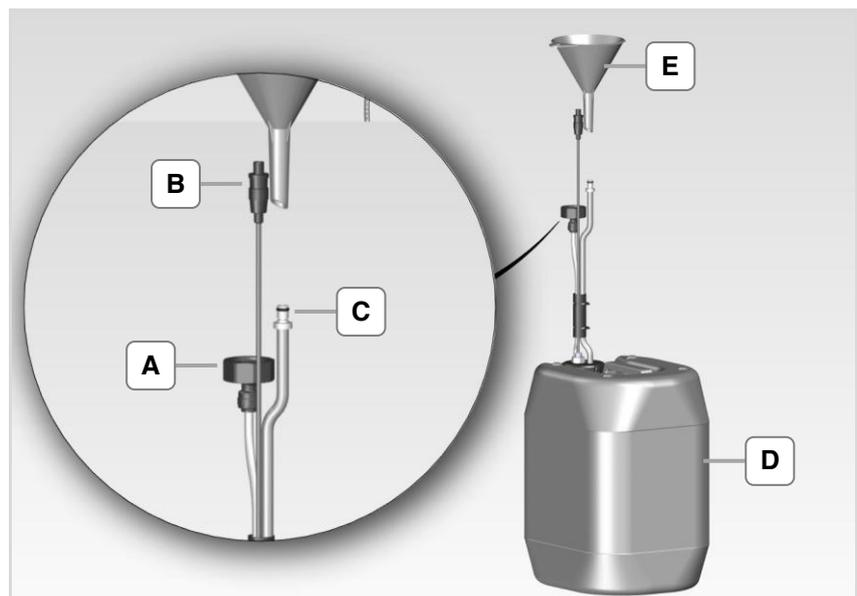
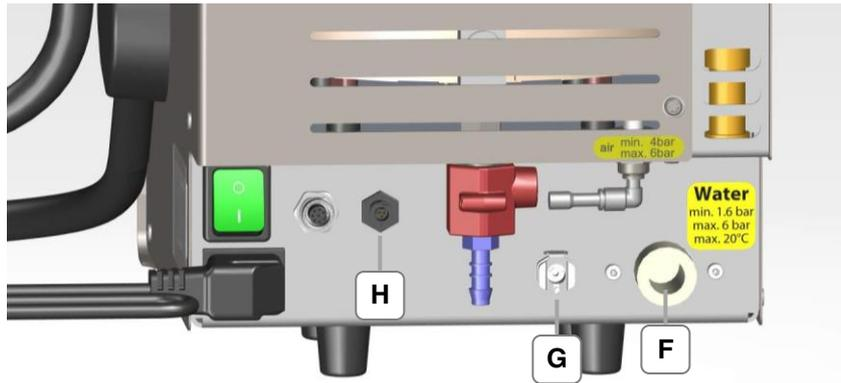
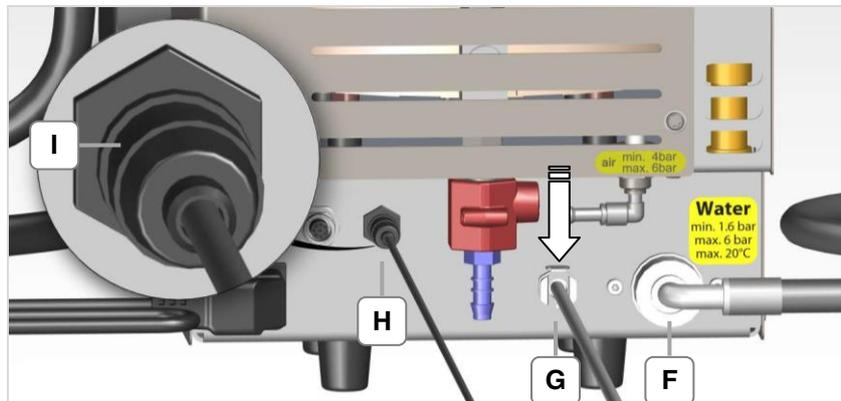
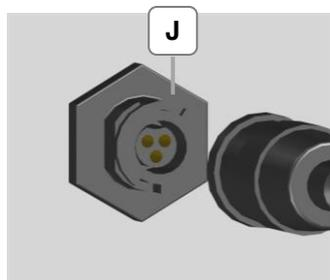

Bild 4.5.1: Kanister mit Zubehör
Bild 4.5.2: Anschlüsse für den Betrieb mit Kanister
Bild 4.5.3: Anschlüsse für den Betrieb mit Kanister (angeschlossen)
Bild 4.5.4: Steckerausrichtung (J)
<p>Auslaufendes Wasser!</p> <p>Wird ein mit Kanister montiertes Gerät an einen Festwasser-Anschluss angeschlossen, muss der Entlüftungsschlauch (Bild 4.5.3-G) entfernt werden.</p> <ul style="list-style-type: none"> <li>• Den Entlüftungsschlauch entfernen, damit der Kanister nicht überläuft.</li> </ul>
1. Schrauben Sie das Schraubgewinde (Bild 4.5.1-A) des Schlauchs an den Wasseranschluss des Gerätes (Bild 4.5.2-F). Prüfen Sie, ob die Dichtung im Schraubgewinde (Bild 4.5.1-A) eingelegt ist.
2. Schließen Sie den Kabelstecker (Bild 4.5.1-B) für die Füllstandüberwachung am Anschluss (Bild 4.5.2-H) an und drehen Sie die vordere Verschraubung (Bild 4.5.3-I), bis sie einrastet. Steckerausrichtung beachten (Bild 4.5.4-J).
3. Stecken Sie den Entlüftungsschlauch (Bild 4.5.1-C) in den Anschluss (Bild 4.5.2-G).
<p>Befestigung Wasseranschluss Kanister prüfen!</p> <ul style="list-style-type: none"> <li>• Achten Sie auf eine korrekte und sichere Befestigung der Anschlüsse.</li> <li>• Prüfen Sie die Anschlüsse (Bild 4.4.3-E+F) auf Dichtigkeit und Funktion.</li> <li>• Beachten Sie beim Abstecken des Entlüftungsschlauchs, den Verriegelungshebel (Bild 4.5.3-G) in Pfeilrichtung nach unten zu drücken!</li> </ul>